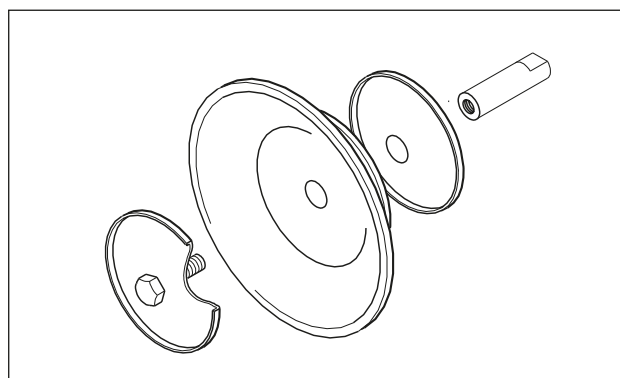

Fig. 14: Montaggio del diaframma standard con disco interno ed esterno
- Le pompe DL 40, 50 e 80 con diaframma PTFE hanno un disco interno con rondelle distanziatrici avvitate per la riduzione e lo spostamento della corsa. In caso di passaggio successivo ai diaframmi PTFE, è necessario utilizzare i relativi dischi (Fig. 14).